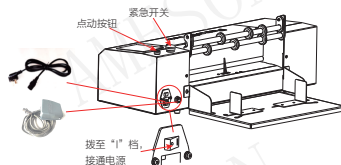

图6
3、电源线及脚踏的安装, 图下图6。
1、机器上电: 接通机器电源, 按下机器右后侧电源上方的开关至“1”档位 (如上图), 检查紧急开关是否为按下的状态, 如为按下状态向顺时针方向 (开关上的箭头方向) 旋转即解除急停, 按下急停开关即机器进入急停状态 (如上图6);